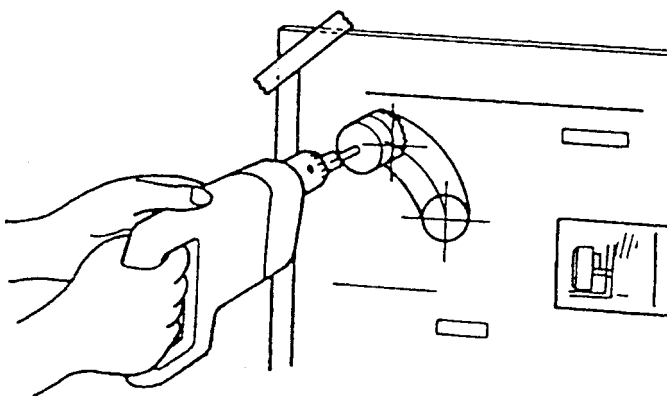

Fig. 5
2. Percez le trou pour le tuyau d'évacuation. Pour cela utilisez un foret cloche de 70~80 mm monté sur une perceuse (voir fig. 5). Le trou du côté intérieur du mur doit être légèrement plus haut que le trou à l'extérieur afin que le tuyau de passage et le tuyau